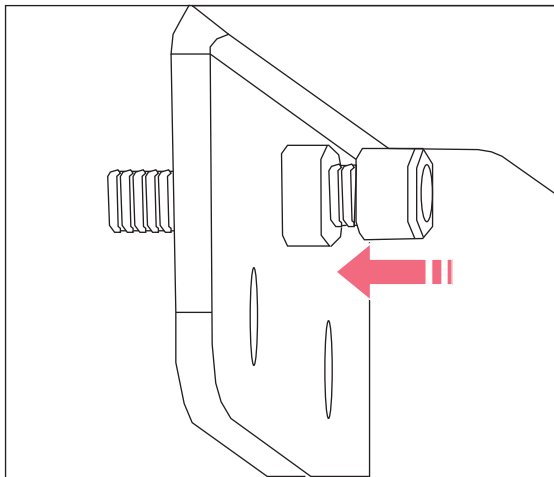

Abb. 4-14: Schraube
2. Setzen Sie die Schraube wie abgebildet ein (siehe Abb. 4-14 auf S. 32).